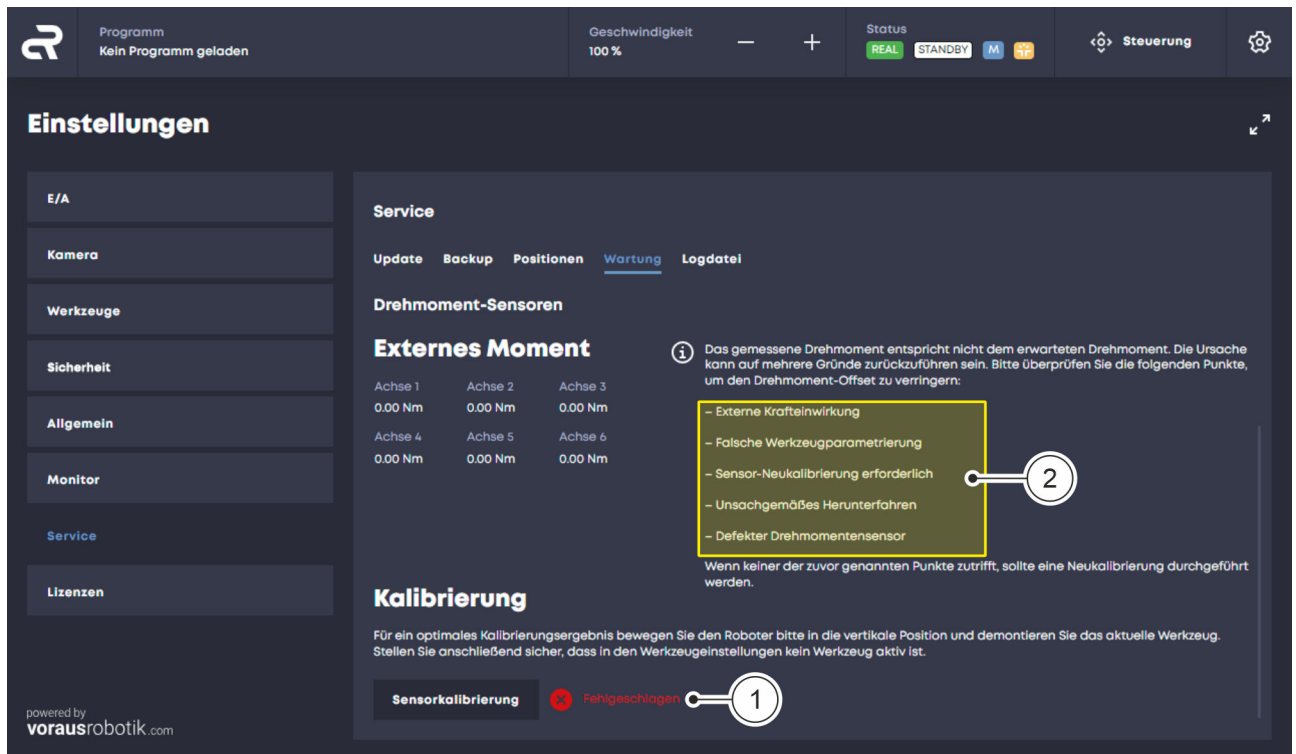

Abb. 57 Kalibrierung fehlgeschlagen
07. Für den Fall, dass die Kalibrierung fehlschlägt und der Text „Fehlgeschlagen“ angezeigt wird Abb. 57 /①: Die in der Benutzeroberfläche angezeigten Kriterien überprüfen und die Kalibrierung der Drehmomentsensoren wie oben beschrieben wiederholen Abb. 57 /②.